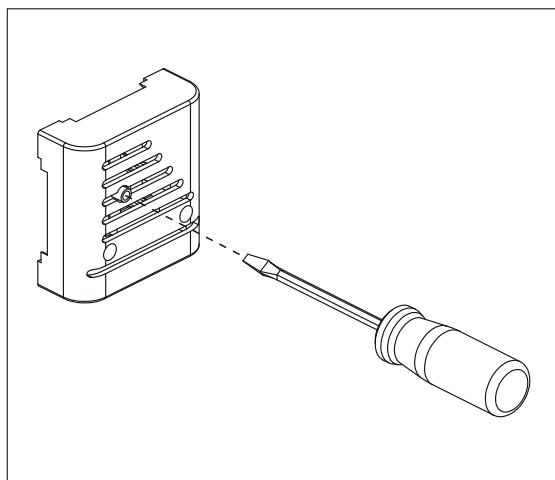

Bild 7.12-1. Återaktivering av överhettningsskyddet
- Bastuaggregatets överhettningsskydd har löst ut: **orsaken till att överhettningsskyddet har utlösts måste utredas!** Överhettningsskyddet kan återaktiveras genom att klicka på temperatursensorn (bild 7.12-1).